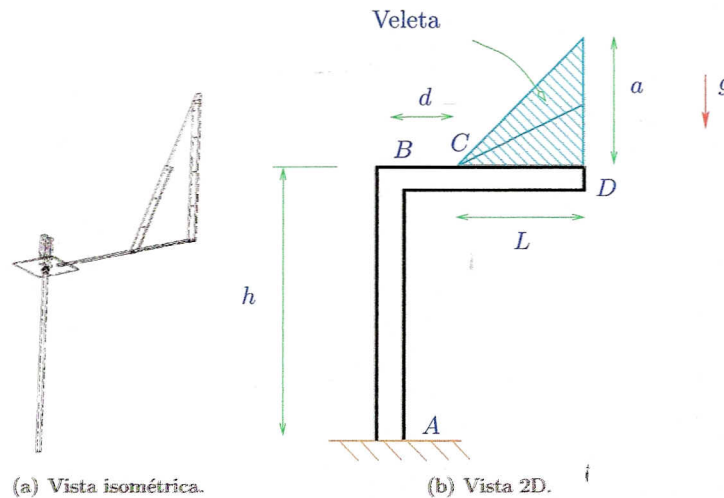

Figura 3: Veleta.
3. (15 puntos). La Figura 3(a) es la vista isométrica de una estructura de un molino eólico de gran tamaño. Al diseñar surge la duda de cómo disponer la veleta (que sirve para que la estructura 'siga' al viento). Se desea tener la máxima área de la veleta, siempre y cuando no ocurra pandeo. Si la estructura se modela como lo muestra la Figura 3(b), con d la distancia horizontal constante entre el eje de la estructura y la veleta, y a la altura de la veleta por determinar, encuentre el máximo valor de a para que no ocurra pandeo.